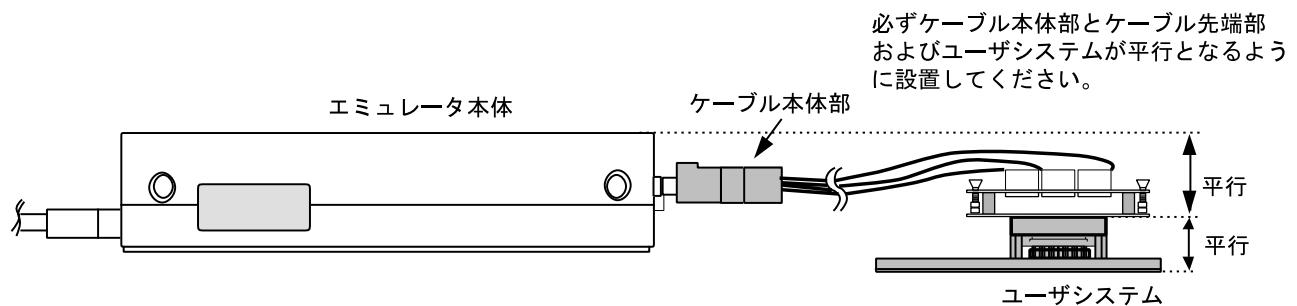

図10 設置例
- (1) ユーザシステムへの接続時には1ピン位置に十分注意して、誤接続は絶対にしないでください。
- (2) 本ユーザシステムインターフェースケーブルを使用する場合の推奨マウントパッド寸法は、MCU実装用マウントパッド寸法とは異なりますので注意してください。
- (3) 本ユーザシステムインターフェースケーブルは、HS7040EPI60Hエミュレータ専用ですので、他のエミュレータ本体には使用しないでください。
- (4) ケーブル本体部が断線する可能性がありますので、本ユーザシステムインターフェースケーブルの上に重いものや金属等の角の尖ったものを置かないでください。
- (5) ユーザシステムに接続した状態では、ユーザシステムインターフェースケーブル、特にケーブル先端部に無理な力が加わらないように注意する必要があります。図10の設置例を参照してご使用ください。